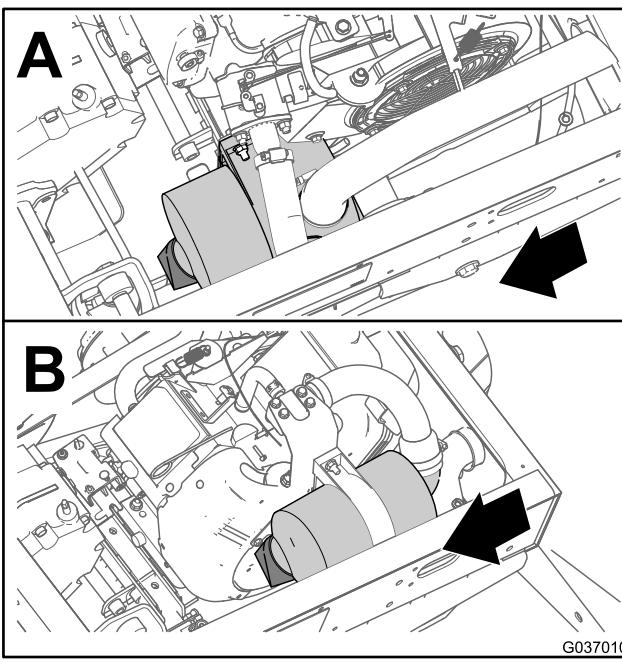
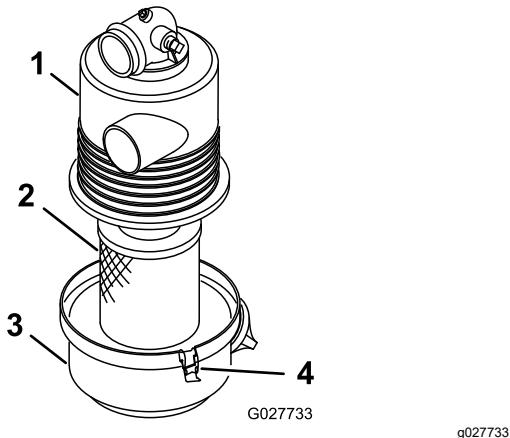

Figura 30
Figura 31
2. Verifique se existe algum dano no corpo do filtro de ar que possa provocar uma fuga de ar (Figura 30 e Figura 31).
3. Liberte os trincos que fixam a cobertura do filtro de ar à respetiva caixa (Figura 31).
4. Separe a cobertura do filtro de ar da caixa e limpe o interior da cobertura (Figura 31).
3. Insira o elemento do filtro de ar na caixa do filtro (Figura 31).
4. Alinhe a cobertura do filtro do ar com a caixa (Figura 31).
5. Prenda a cobertura à caixa com as patilhas (Figura 31).